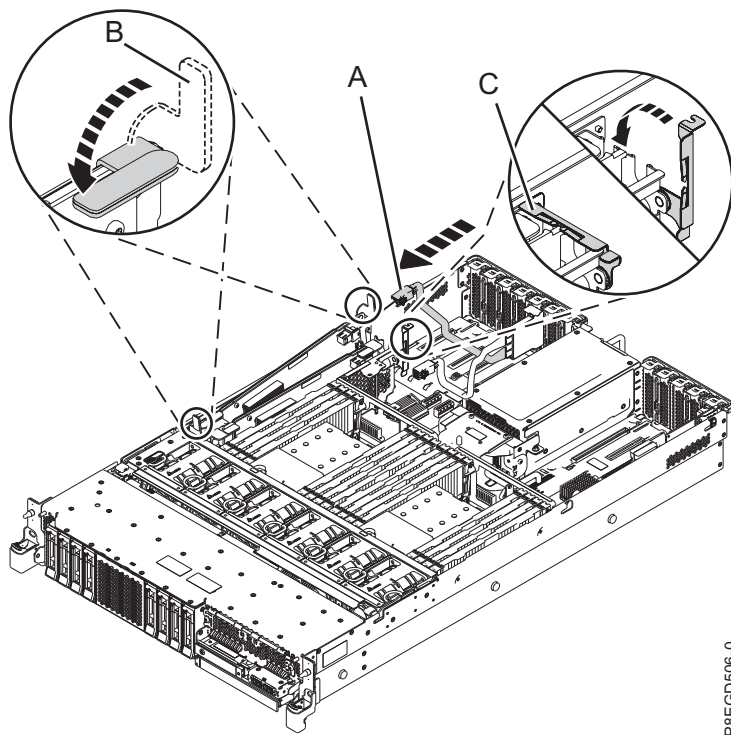

図 6. スロット位置 P1-C14 への下部背面 SAS ケーブルの再取り付け
4. 8 ページの図 6 に示すように、下部背面 SAS ケーブル (A) を、スロット P1-C14 の SAS RAID 内部アダプターの背面コネクタに再接続します。ケーブルのプラグを差し込むために、SAS RAID 内部アダプターの一部を持ち上げる必要があります。
6. 青いハンドル (B) を、8 ページの図 6 に示されている方向に押します。
7. ケーブル保持ブラケット (C) を 図 6 に示す方向に閉じます。